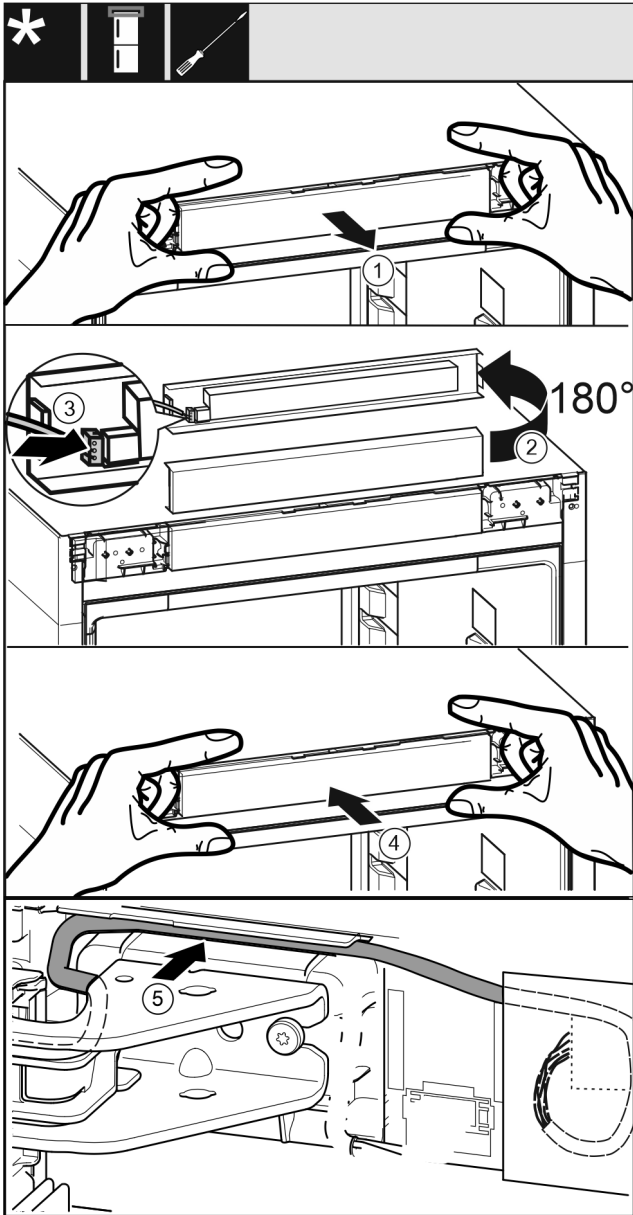

Fig. 41
- Retirer soigneusement le panneau de commande. *Fig. 41 (1)*
- Tourner le cache de 180° vers le haut. *Fig. 41 (2)*
- Enclencher la prise dans le cache de commande. *Fig. 41 (3)*
- Enclencher à nouveau le panneau de commande dans l'appareil. *Fig. 41 (4)*
- Poser délicatement le câble gris dans le guide au-dessus du support de palier supérieur. *Fig. 41 (5)*